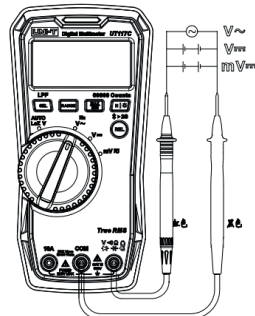

Рисунок 5
1. Автоматическое измерение переменного/постоянного напряжения (Auto-V LoZ) (рисунок 5)
2. Измерение AC/DC напряжения (рисунок 5)
3. Измерение AC/DC мВ напряжения (рисунок 5)